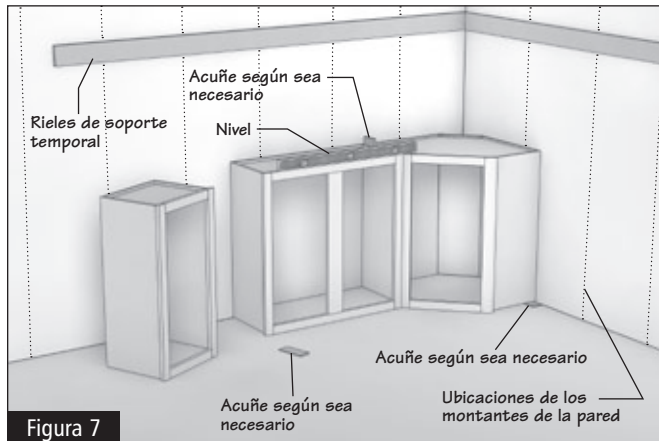

Figura 7
2.4 Con un nivel, asegúrese de que cada gabinete esté nivelado y de que cada marco de superficie (delantera del gabinete) esté al ras del gabinete adyacente. Una palanca y unas calzas pueden utilizarse de manera temporal para lograr que esté todo nivelado y a plomo. (Figura 7)